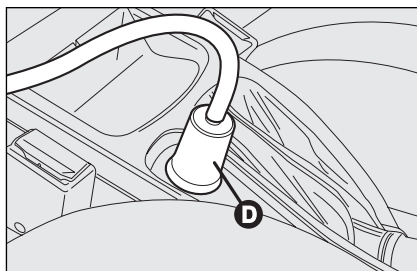
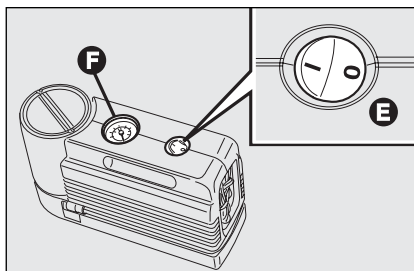

fig. 15
fig. 16
- asegúrese de que el interruptor **E-fig. 16** del compresor esté en posición **0** (apagado), ponga en marcha el motor, introduzca el enchufe **D-fig. 15** en la toma del encendedor y accione el compresor poniendo el interruptor **E-fig. 16** en posición **I** (encendido). Infle el neumático a la presión prescrita “Presión de inflado” en el capítulo “Características técnicas”. Para obtener una lectura más precisa, le aconsejamos controlar el valor de la presión en el manómetro **F-fig. 16** con el compresor apagado;